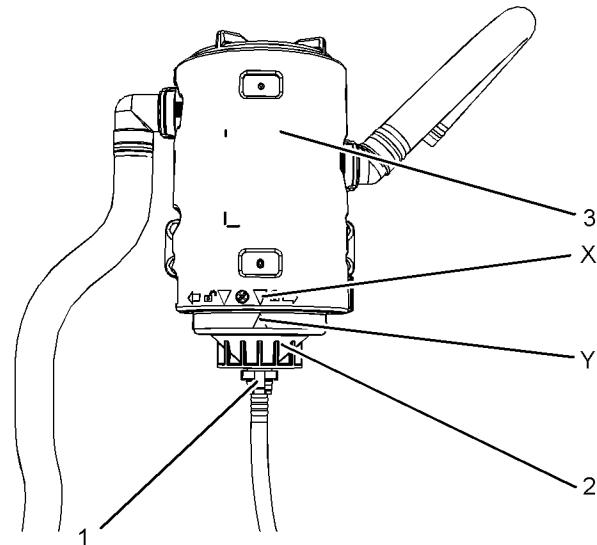

図 92
- フィルタエレメントのアセンブリと下部のキャップ(2)を取り付けます。ブリーザボディのロック位置になるまで下部のキャップを時計方向に手動で回転させます。合いマーク(XおよびY)が正確に合っていることを確認します。図92を参照してください。